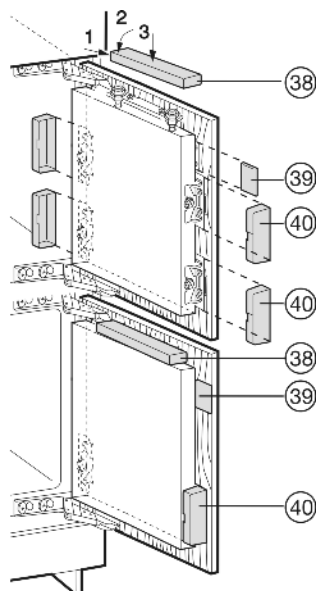

Fig. 26
- ▶ Установите и защелкните верхние крышки *Fig. 26 (38)*.
- ▶ Установите боковые крышки *Fig. 26 (39)*, надвиньте до упора и затем нажмите на них до защелкивания.
- ▶ Крышки *Fig. 26 (40)* надвиньте сбоку, затем отверткой отожмите вперед так, чтобы они защелкнулись.